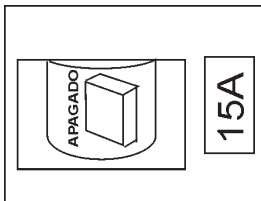

Figura 8. Interruptor principal (Position OFF APAGADO)
2. **NUNCA arranque** el motor con el **interruptor automático principal** en la posición "ON" "ENCENDIDO". Coloque el interruptor automático principal (Figura 8) en la posición "OFF" "APAGADO".